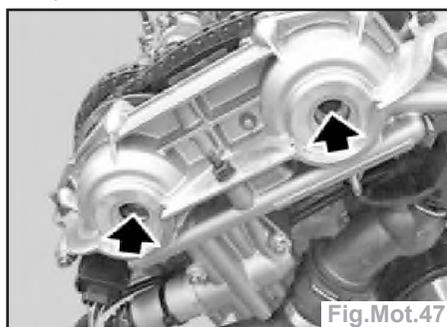

Fig.Mot.47
- Dévisser les vis d'ajustage côté admission et côté échappement (filetage à gauche) (Fig.Mot.47).
- Insérer dans les arbres cannelés des côtés admission et échappement les vis d'ajustage de piston hydraulique et les serrer à **10 Nm** (filetage à gauche) (Fig.Mot.47).